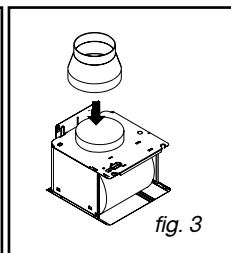

fig. 3
– Dans le cas d'une gaine diamètre 125 mm, utilisez l'adaptateur fourni (fig. 3).